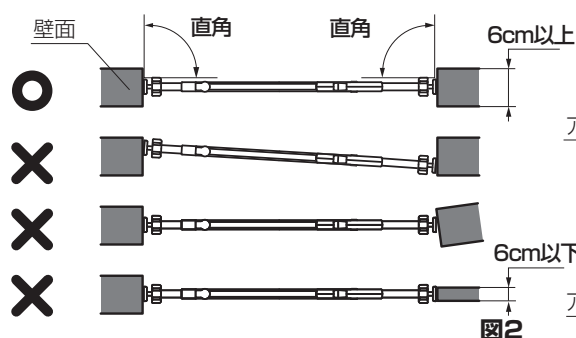

図2
- 上から見て本品が壁面と直角で、上下のアジャスターが一直線状になるように設置してください。(図2 参照)
- ① ドアの開閉方向を決めて、本品を設置場所の壁面に直角になるようにしてから (図2 参照)